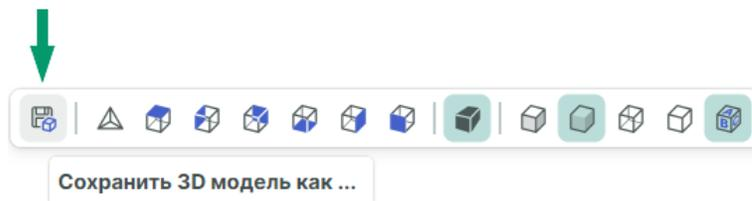

Рис. 579 Сохранение 3D модели
1. Нажмите на кнопку  «Сохранить 3D модель как...», расположенную в верхней части окна редактора, см. Рис. 579.